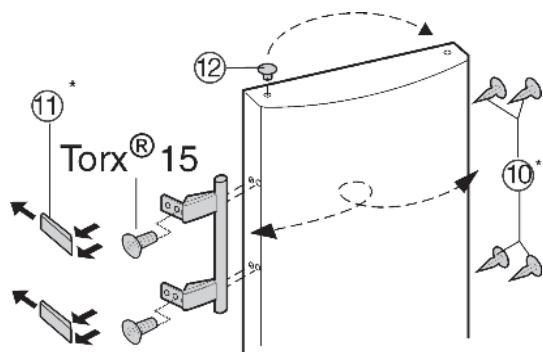

Fig. 7
- ▶ Vyjměte zátky Fig. 7 (12) z pouzdra ložisek dveří a přemístěte je.
- ▶ Odmontujte kliku dveří, zátky Fig. 7 (10) a krycí destičky Fig. 7 (11) a nasadte na druhou stranu.